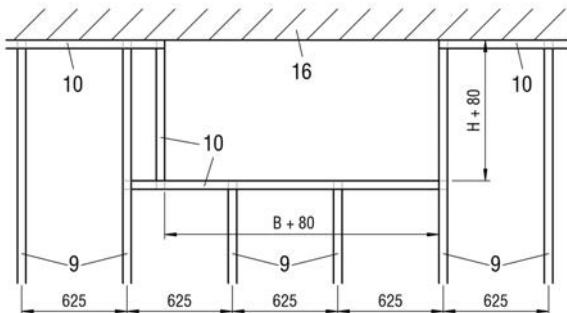

Abbildung 47: Metallständerwerk mit erforderlichen Auswechslungen (Trockeneinbau direkt unter massiver Decke mit „Einlage Mineralwolle“)
- Metallständerwerk und Wand gemäß den Angaben des Wandherstellers herstellen und Auswechslungen entsprechend der Abbildung 47 vorsehen. Aussparung für den Einbau der BKL (Pos. 1) vorsehen.